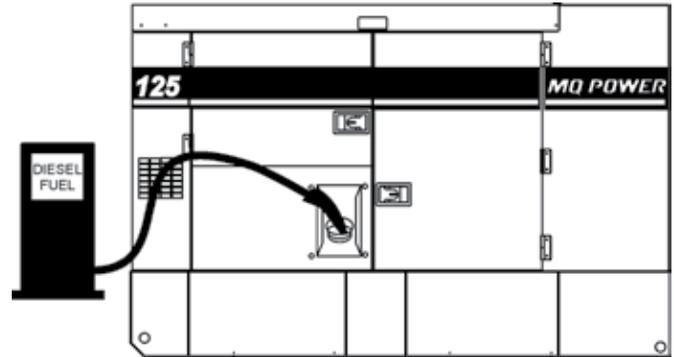

Figure 31. Ravitaillement de la génératrice
2. Retirez le bouchon du réservoir (réservoir de carburant interne) et remplissez le réservoir comme indiqué dans (Figure 31).